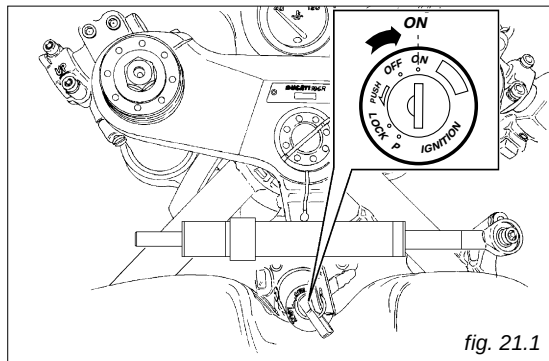

fig. 21.1
1) Déplacez le commutateur d'allumage en position **ON** (fig. 21.1). Vérifiez si l'avertisseur lumineux vert **N** et le rouge  sur le tableau de bord sont allumés.